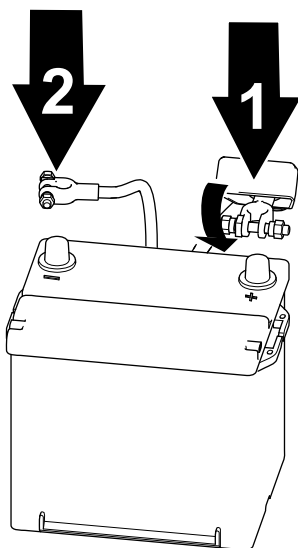

Figura 58
1. Collegate il cavo positivo alla batteria e serrate il dado della fascetta della batteria (Figura 58).
2. Collegate il cavo negativo alla batteria e serrate il dado della fascetta della batteria (Figura 58).